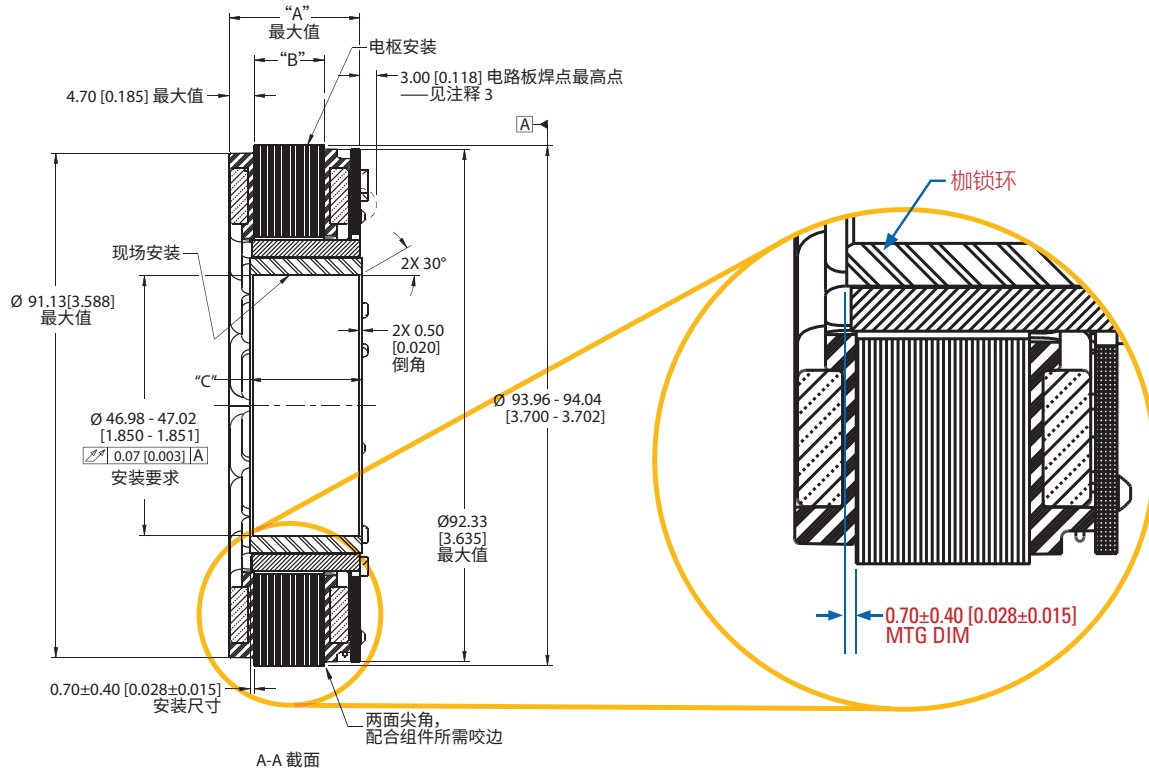

图 9-4 TBM2G-068XXX-XXXX-00 外形图所显示的安装尺寸图示。该尺寸是从叠片左边缘到磁轭材料（非磁体）左边缘测得。
- 来自 图 9-4 中 TBM2G-068XXX-XXXX-00 外形图的 TBM2G-06813-00 的尺寸